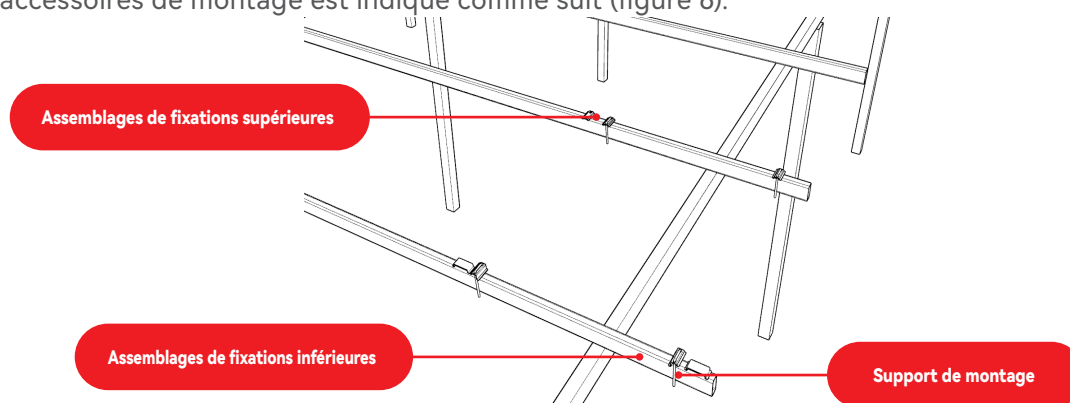

FIGURE 6
④ Placez les fixations supérieures sur la deuxième rangée de pannes, l'emplacement des accessoires de montage est indiqué comme suit (figure 6).